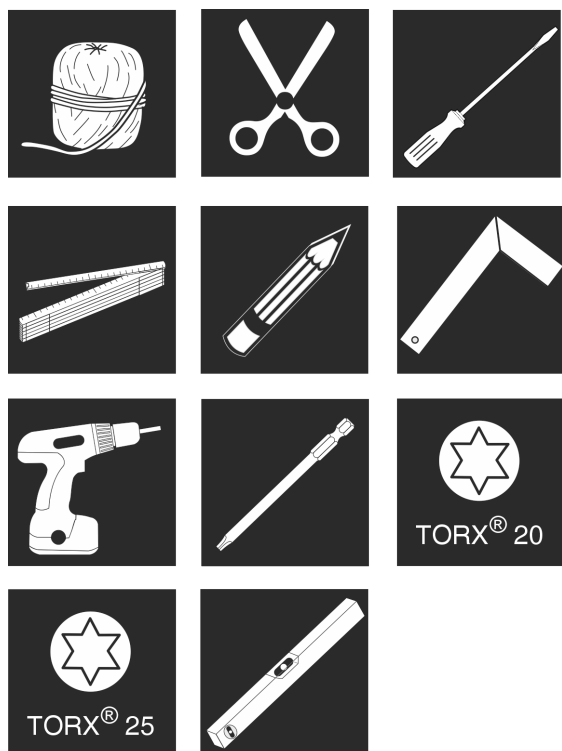

Fig. 9
1. Pripravite orodje. *Fig. 9 ()*